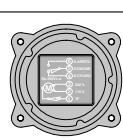

Fig.5
- La température maximale superficielle est calculée sans considérer dépôt de poussières et pas a la distance de sûreté. A l'intérieur du couvercle se trouve la plaque de câblage (Fig. 5) qui présente le schéma de connexion pour l'alimentation et l'utilisation de l'indicateur de niveau. Avant de procéder à la mise sous tension de l'indicateur, il faut toujours s'assurer que la tension et à fréquence du réseau d'alimentation correspondent bien à ce qui est indiqué sur sa plaque. Les connexions aux bornes doivent être faites au moyen de serre-câble type Faston (6,3x0,8 mm).